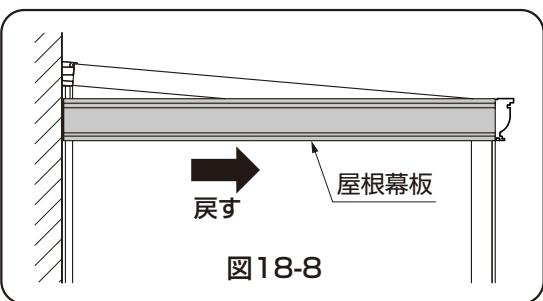

図18-8
④側面側の屋根幕板を屋根幕板コーナーキャップに寄せて、しっかりとはめ込んでください。(図18-8参照)
⑤屋根幕板コーナーキャップと屋根幕板を【1-7】で固定してください。